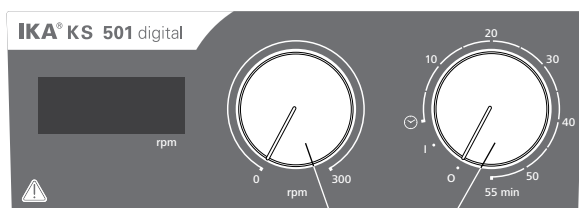

Fig. 3
- ☞ Para ligar o aparelho rode o botão rotativo "**On/Off**" e "**Timer**" (**B**, ver Fig. 3) no sentido dos ponteiros do relógio para a posição "**1**".
- ☞ Defina a rotação do motor com o botão regulador "**Rotação**" (**C**, ver Fig. 3). A rotação do motor pode ser regulada para 0 a 300 rpm.